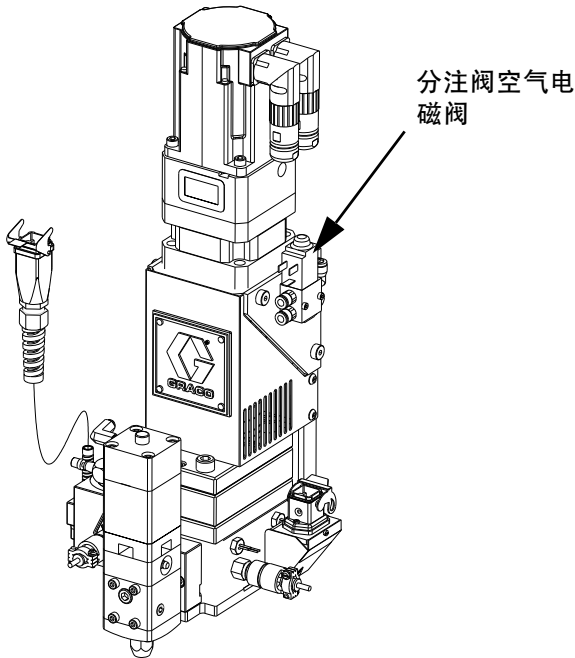

图 22:分注阀空气电磁阀
6. 手动切换电磁阀，参见图 22。当电磁阀没有按下时，检查分配阀是否打开。